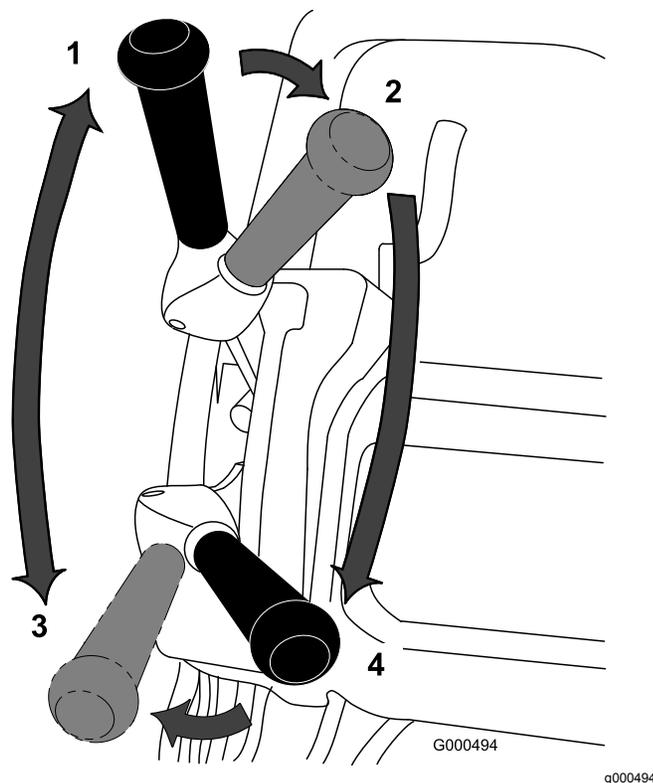

Figure 30
1. Démarrez le moteur, placez la commande d'accélérateur en position de bas régime, appuyez sur le guidon pour relever le plateau de coupe, appuyez sur la commande de présence de l'utilisateur, amenez le levier de commande de déplacement en position ENGAGÉE et transportez la machine à la lisière du green (Figure 30).
2. Placez le levier de commande de déplacement en position DÉSENGAGÉE et engagez le levier de commande du cylindre (Figure 30).
3. Placez le levier de commande de déplacement en position ENGAGÉE, augmentez le régime moteur jusqu'à ce que la machine se déplace à la vitesse voulue, puis conduisez-la jusqu'au green, abaissez l'avant et commencez à travailler (Figure 30).